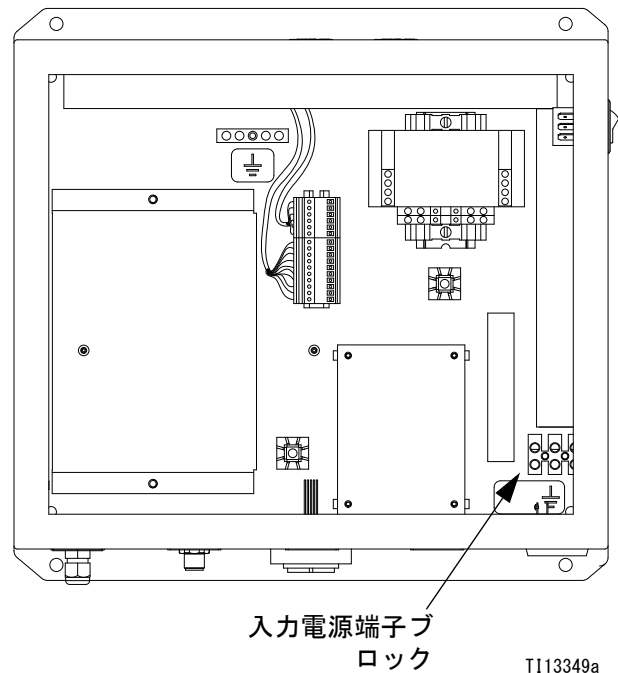

図 9. 主電源接続
- EasyKey 内部の L1、N、接地配線の接続については、図 9 とシステムの電気回路図、30 ページおよび  を参照してください。